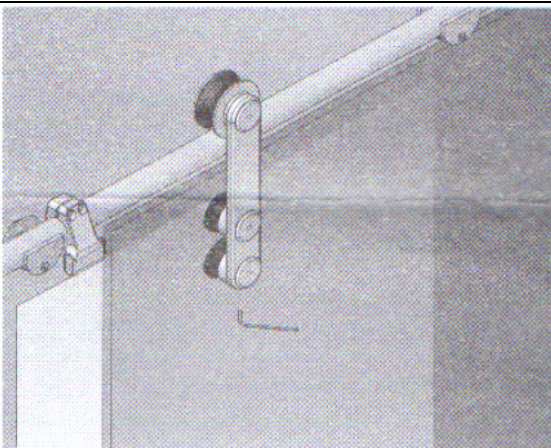

Fig.4
- È possibile regolare in altezza (fino a circa 7 mm) la posizione dell'anta rispetto al binario utilizzando le asole delle boccole di fissaggio presenti sulla staffa in alluminio. Per fare questo, allentare le due boccole di fissaggio e avvitare/svitare il grano presente sul bordo inferiore del carrello così come indicato in Fig.4), utilizzando una chiave esagonale da 2,5 mm. Al termine della regolazione serrare nuovamente le due boccole di fissaggio.
To do this, loosen the two mounting and screw/unscrew the screw on the bottom edge of the trolley as indicated in Fig. 4), using a 2,5 mm hexagonal wrench.
- Se puede reglar en altura (hasta alrededor los 7 mm) la posición de la puerta con respecto a la pista utilizando las ranuras del soporte de fijación presentes en el soporte de aluminio. Para hacer este, afloje los dos casquillos de montaje y atornillar/desatornillar el grano en el borde inferior del carro, como se muestra en la Fig. 4, utilizando una llave hexagonal de 2,5 mm. Después del ajuste, apriete los dos casquillos de fijación.
- On peut régler en hauteur (jusqu'à environ 7 mm) la position de la porte en rapport à la piste en utilisant les fentes des coquilles de fixage présents sur le support en alu. Pour faire tout ça, desserrez les deux boissons de fixage et visser/dévisser le grain sur le bord inférieur du chariot comme indiqué en Fig. 4), en utilisant une clé hexagonale de 2,5 mm.